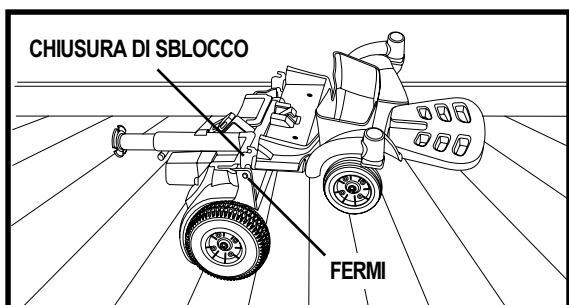

Figura 14. Allineare il telaio
2. Tenendo la parte anteriore parallela a terra, sollevare la chiusura di sblocco sulla parte posteriore. Vedere figura 14.